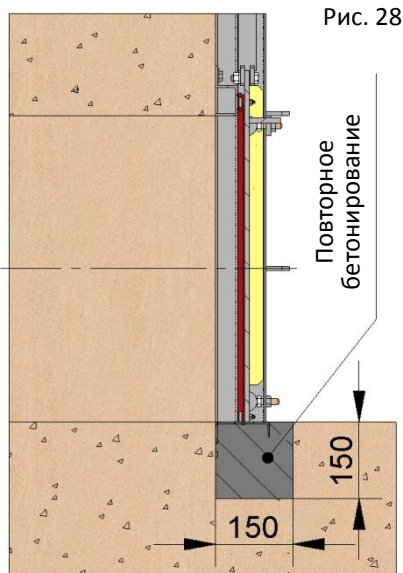
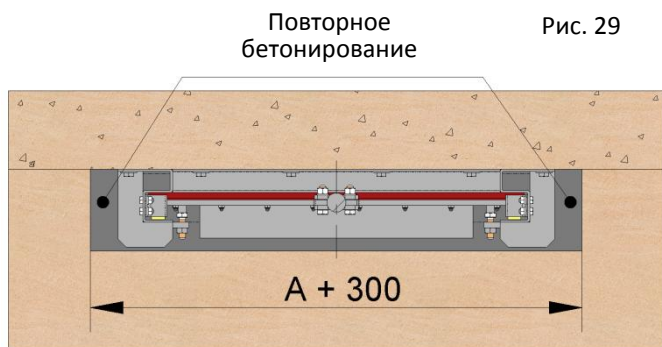

Рис. 28
Рис. 29
Нижняя балка затвора может устанавливаться в бетон. В этом случае необходимо проделать соответствующую канавку, в которую будет устанавливаться затвор с последующим бетонированием. На Рис. 28 и Рис.29 указаны размеры канавки:
- Для установки нижней балки затвора в бетон (Рис. 33) необходима канавка с размерами, указанными ранее на Рис. 28 и Рис. 29. Устанавливая затвор в канавку, центрируем его относительно отверстия в стене, так чтобы нижняя балка проходила по уровню дна. Никакие выступы не должны препятствовать полному и равномерному потоку. Прodelываем отверстия в стене для крепления боковых профилей и верхнего профиля, используя отверстия в корпусе затвора в качестве направляющих. Извлекаем затвор и наносим на места соприкосновения со стеной изоляционную пасту SIKAFLEX-11FC или аналогичную, с тем чтобы избежать утечки между корпусом и стеной. Возвращаем затвор на место и устанавливаем анкерные или химические крепления, используя плоскую линейку и затягивая резьбовые крепления в перекрестном порядке и без излишнего усилия.